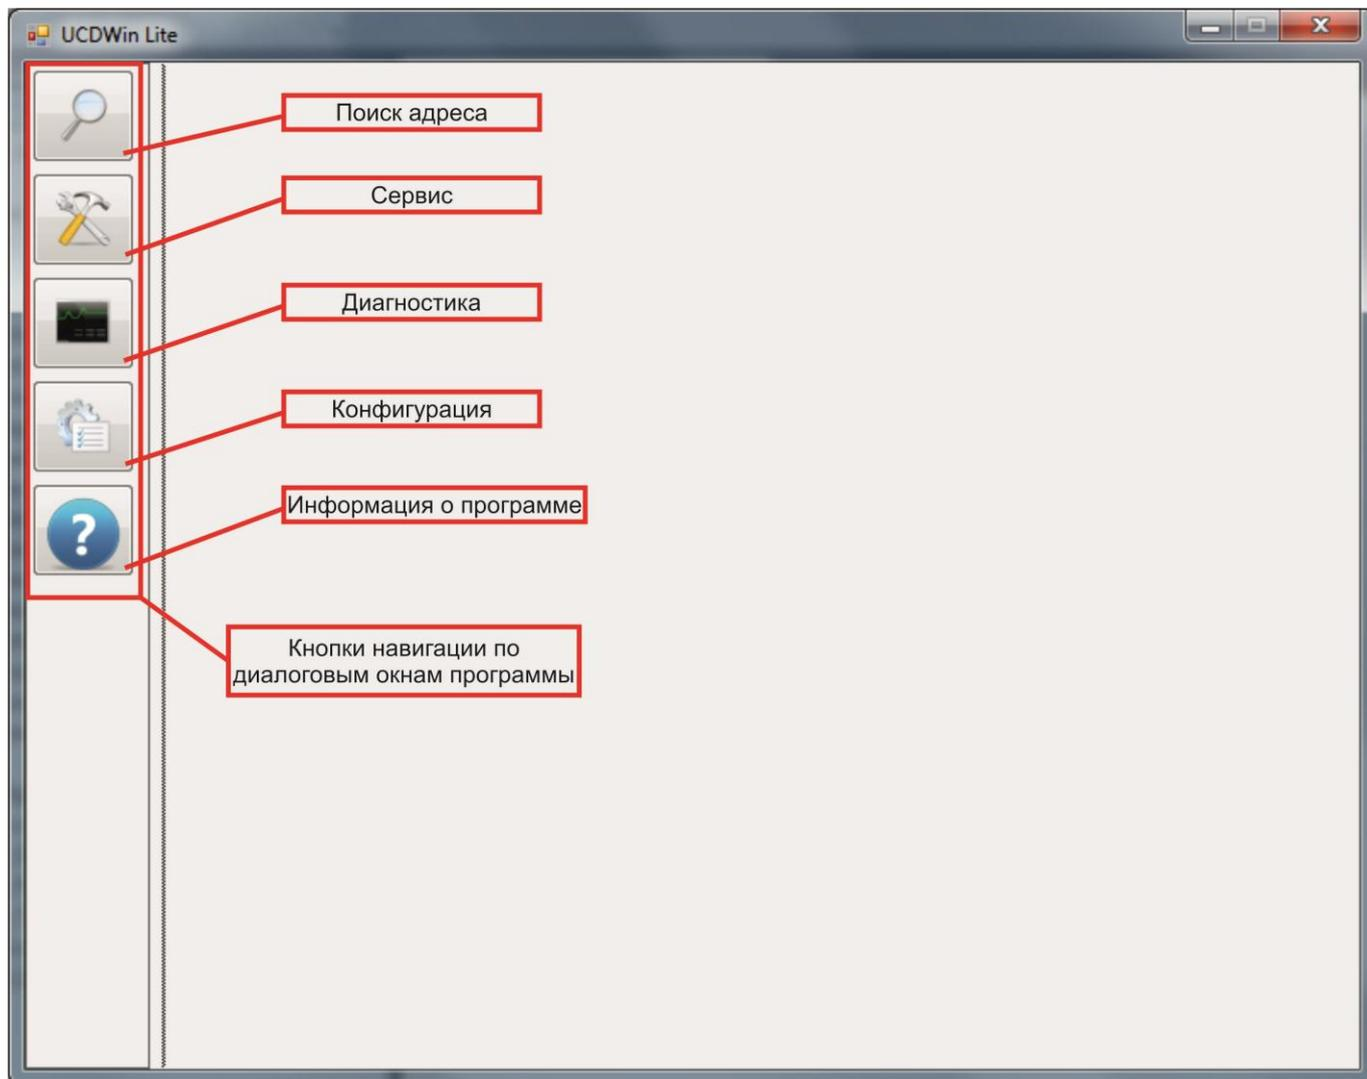
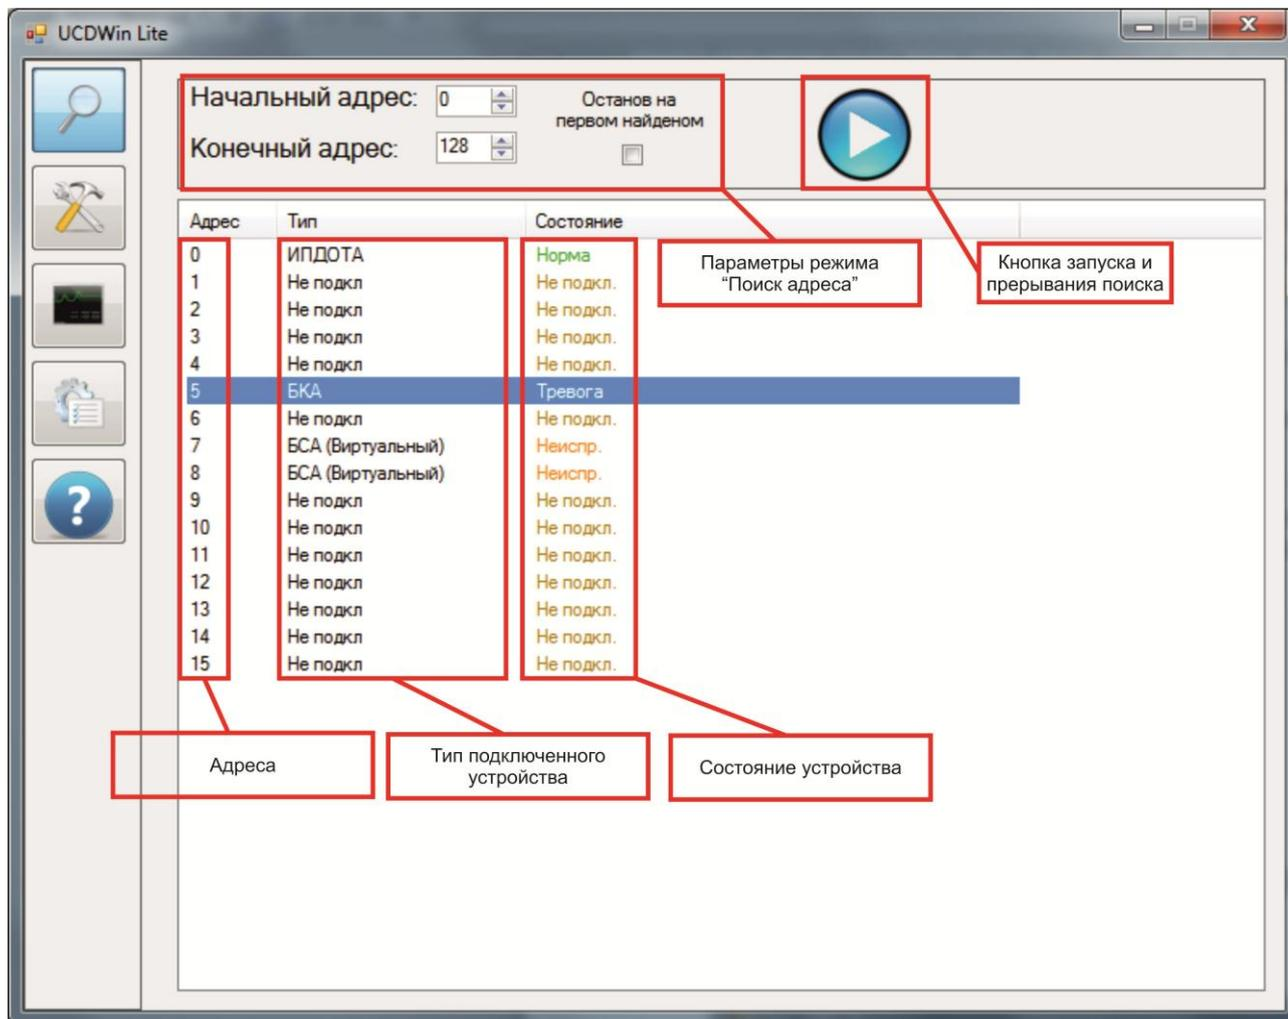
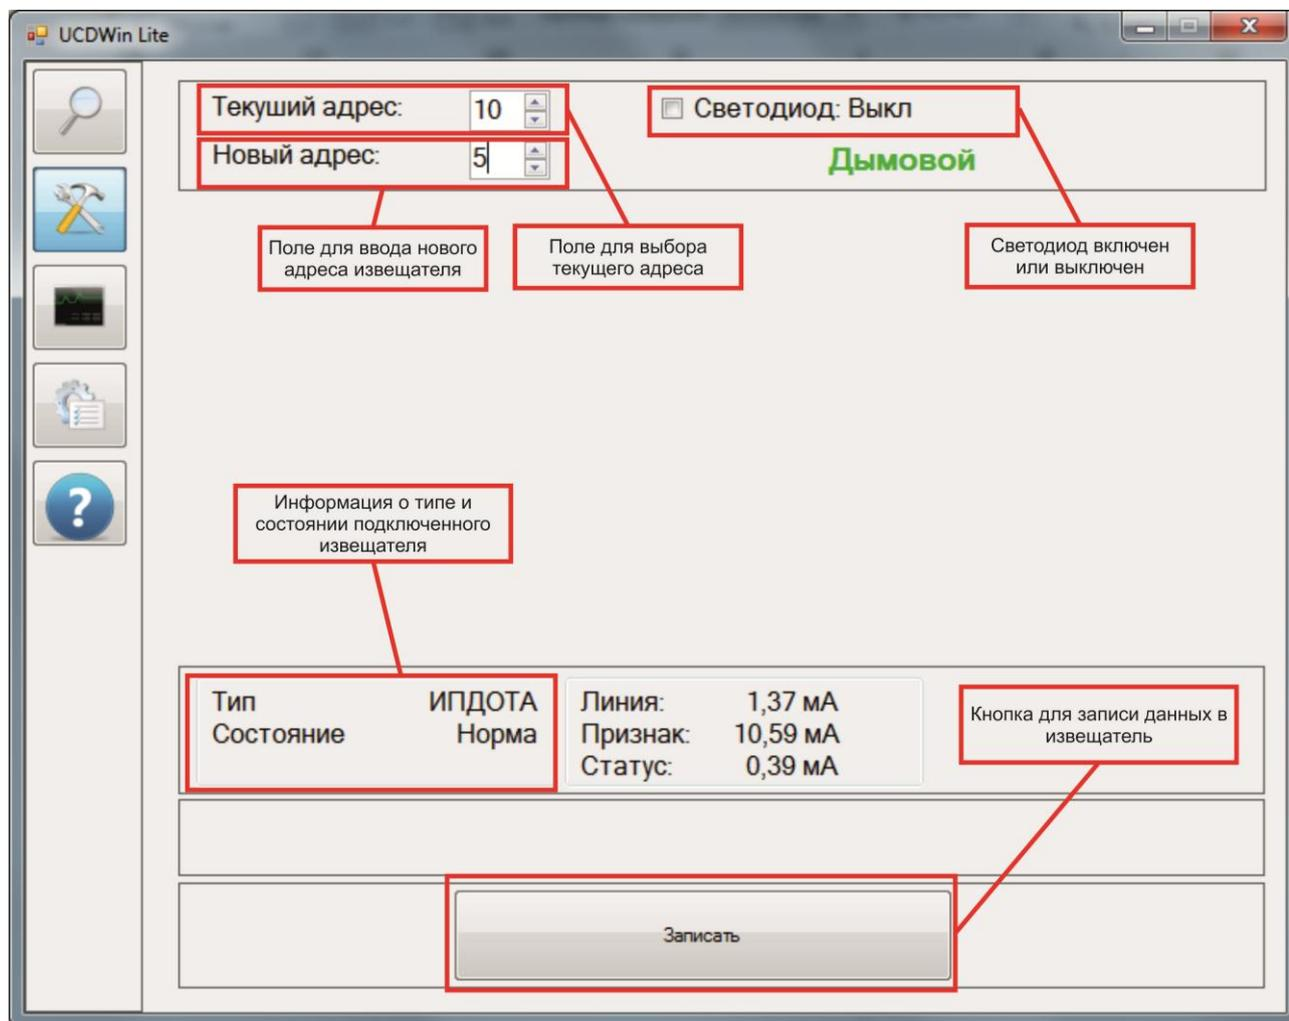
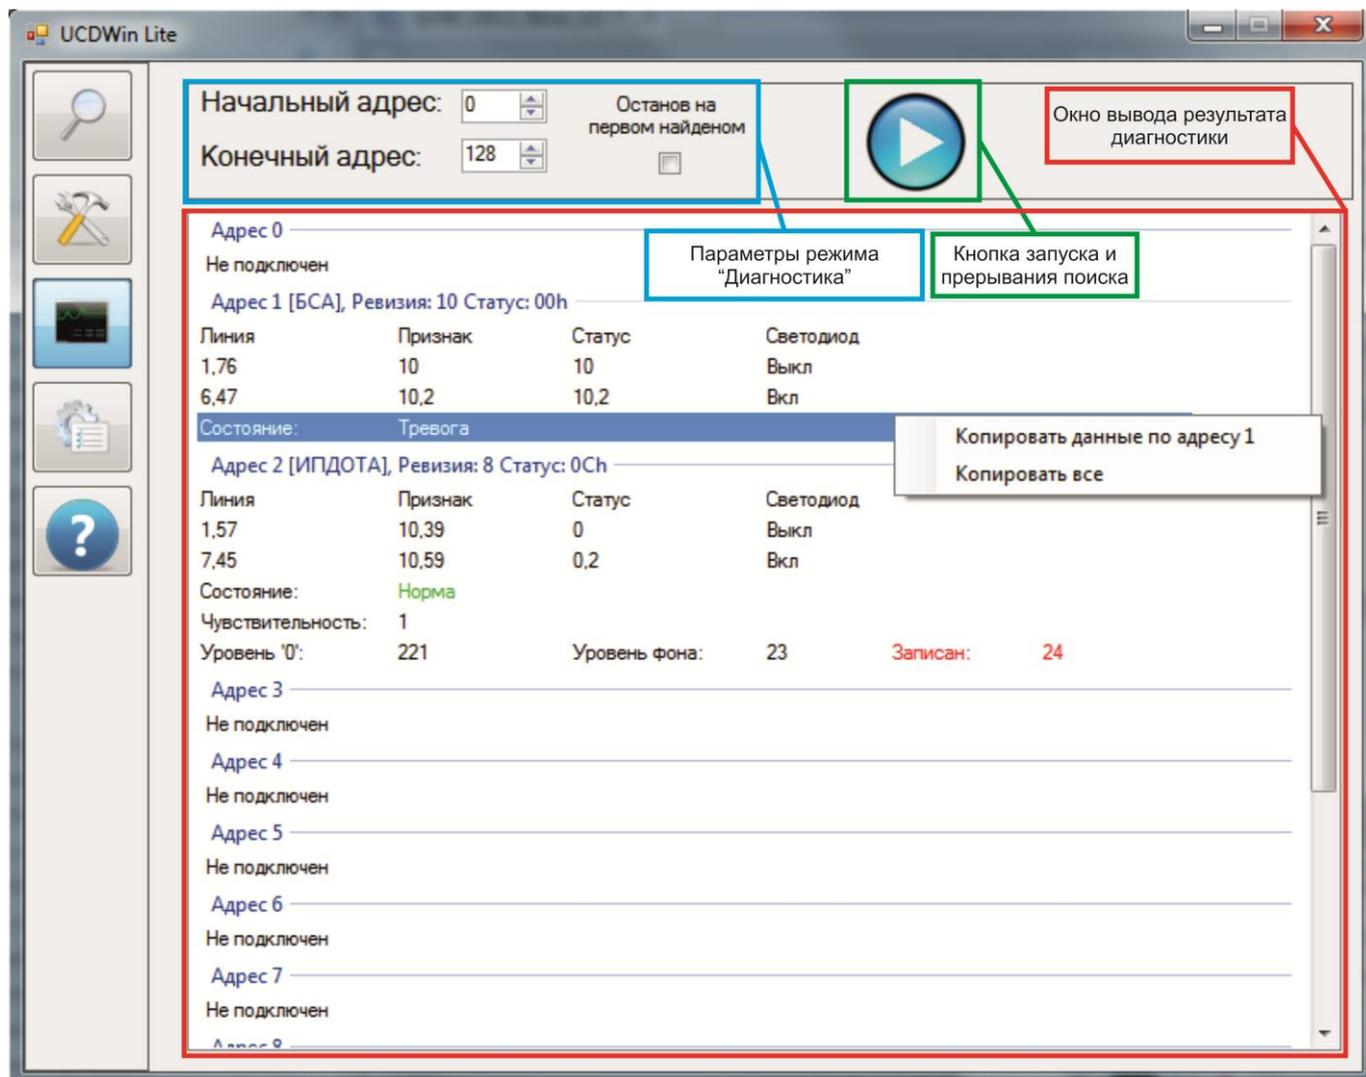

Рис.2. Главное диалоговое окно
Рис.4. Диалоговое окно режима “Поиск адреса”
Рис.5. Диалоговое окно режима “Сервис”
Рис.9. Диалоговое окно диагностики
5.3.4 Старт программы UCDWin производится через ярлык UCDWin.exe из каталога где была установлена программа. После запуска на дисплей выводится главный экран UCDWin (Рис. 2).
Главное окно программы (Рис. 2) разделено на две части: слева отображаются кнопки быстрой навигации по диалоговым окнам программы; справа текущее выбранное диалоговое окно. Выбор необходимого диалогового окна осуществляется путем нажатия на соответствующую кнопку либо с помощью горячих клавиш.
Данный режим работы программы предназначен для поиска подключенных устройств к БПИ и отображения краткой информации о их состоянии(рис. 4). Активизация режима “Поиск адреса” осуществляется путем нажатия соответствующей кнопки в панели навигации(рис. 2) либо нажатием горячей клавиши F3.
Результат сканирования отображается в виде таблицы, при двойном клике на соответствующем адресе будет открыто диалоговое окно режима “Сервис”(Рис. 5).
Активизация режима “Сервис”(рис. 5), осуществляется путем нажатия соответствующей кнопки в панели навигации(рис. 2), путем двойного клика на соответствующем адресе из диалогового окна режима “Поиск адреса” либо нажатием горячей клавиши F4.
6.3.5 Активизация режима “Диагностика”, осуществляется путем нажатия соответствующей кнопки в панели навигации(рис. 2) либо нажатием горячей клавиши F5, после этого на панели экрана высветится окно диагностики (Рис. 9).